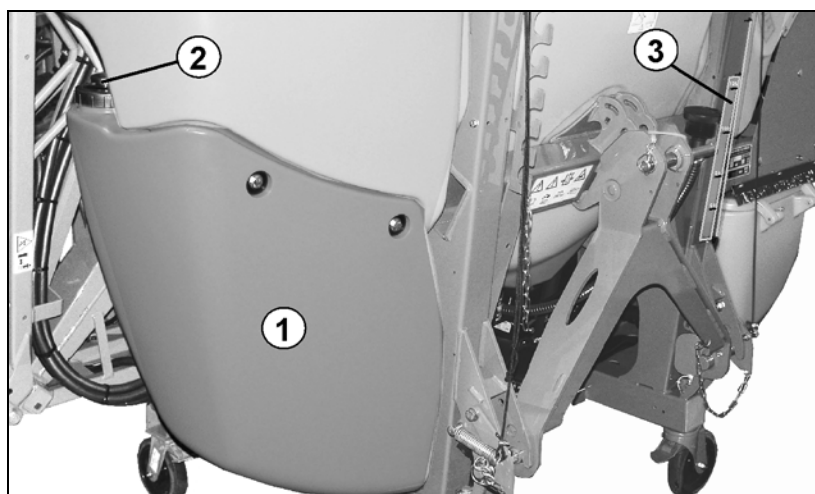

Fig. 41
Omrøringen blander sprøytevæsken i hovedtanken når det er aktivert, og sørger dermed for en homogen sprøytevæske. Røreeffekten stilles inn på innstillingsventilen (Fig. 41/C).
- Posisjon Fig. 41/1:
- Posisjon Fig. 41/2: